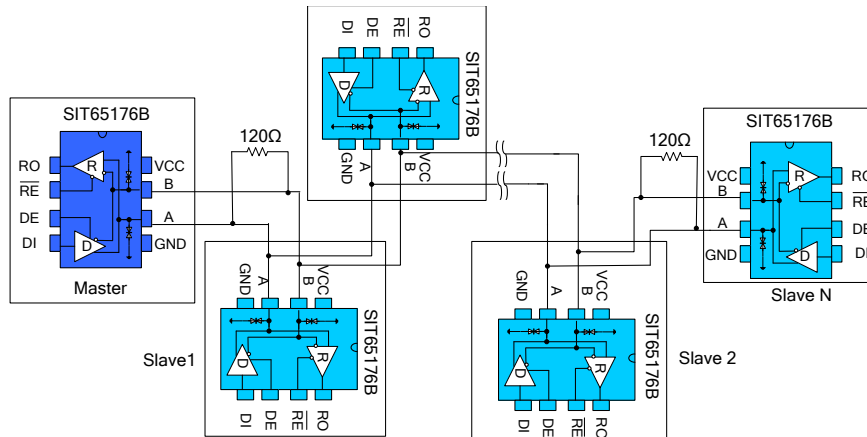

图 10 手拉手式 RS485 半双工通讯网络
3.2 手拉手式组网：又称菊花链拓扑结构，是 RS485 总线布线的标准及规范，是 TIA 等组织推荐使用的 RS485 总线拓扑结构。其布线方式就是主控设备与多个从控设备形成手拉手连接方式，如图 10 所示，不留分支才是手拉手的方式。这种布线方式，具有信号反射小，通讯成功率高等优点。